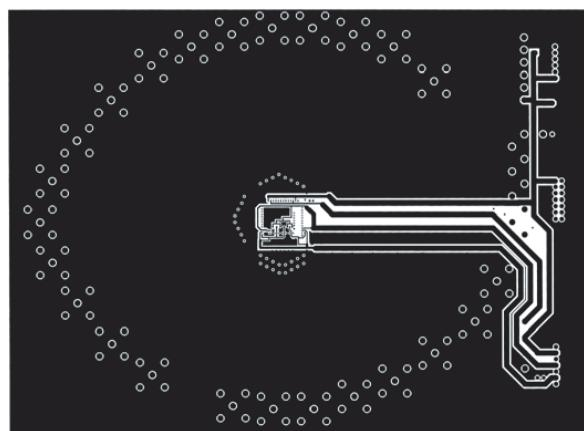

図53. ボード・レイアウト (電源プレーン・レイヤ)
- ・ 電源レイヤ (図53を参照)
このボードには、24個のBNCタイプ・コネクタがあります (入力用16個と出力用8個)。コネクタはデバイスを取り囲んで三日月状に配置されています。図53に示すように、これによって16本の入力信号パターンすべてと8本の信号出力パターンすべてが同じ長さになります。このようにすると、位相関係と信号間の遅延を入出力間で維持しなければならない全バス動作時のクロストークなどのテストに便利です。